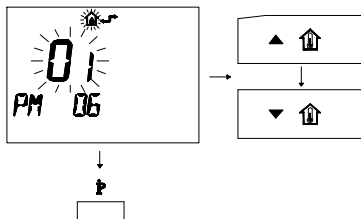

fig. 8.7
- 14 Per modificare il *SET* programmato agire sui pulsanti ▲ o ▼ e aspettare che il numero programmato cominci a lampeggiare (fig. 8.7)